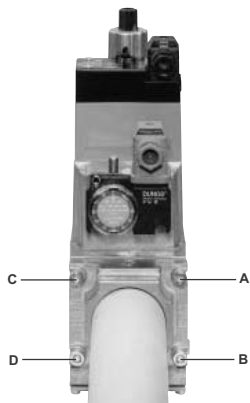

Рис. 3
- 1 - б) при фланцевых соединениях: между соседними компонентами устанавливать прокладку (1A..1E - Рис. 3), совместимую с используемым газом,
ВНИМАНИЕ: после монтажа газовой рампы согласно схеме на Рис. 3, необходимо провести тестирование на герметичность газового контура, согласно требований действующих нормативов.